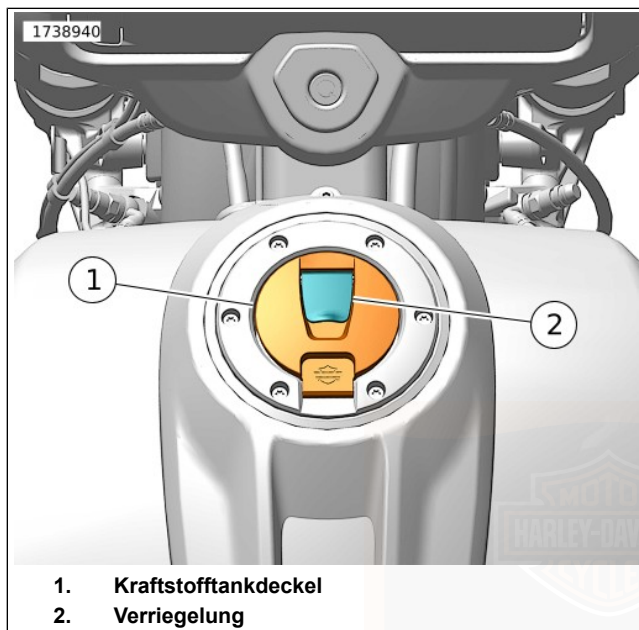

Abbildung 7. Kraftstofftankdeckel
Ohne Verriegelung, Öffnen: Siehe Abbildung 7. Die Verriegelung (2) hochziehen, um den Kraftstofftankdeckel (1) zu öffnen.